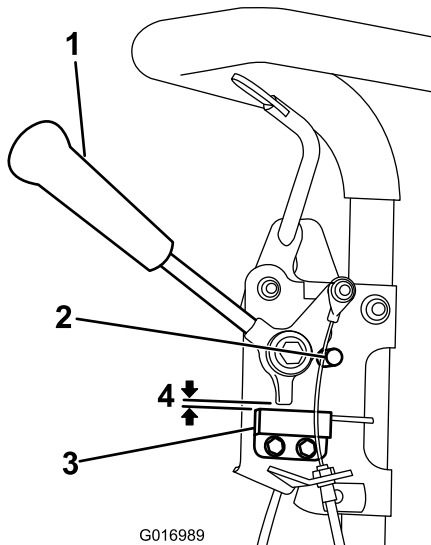

Bild 29
1. Stellen Sie sicher, dass der Motor abgestellt und der Fahrtriebshebel ausgekuppelt ist und den Neutralanschlag berührt (Bild 29).
2. Lösen Sie die Befestigungsschrauben des Sicherheitsschalters (Bild 29).
3. Legen Sie eine 0,8 mm dicke Beilagscheibe zwischen dem Fahrtriebshebel und dem Sicherheitsschalter (Bild 29).